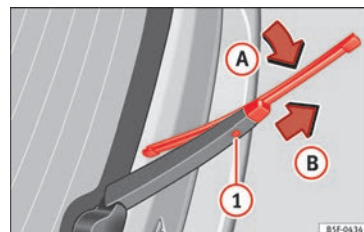

Bild 82 Byta bakrutans torkarblad
- Vrid bladet något » » **bild 82** (pil ①).
- Håll in frigöringsknappen ① och dra samtidigt bladet försiktigt i pilens riktning ②.
- Montera ett nytt blad av **samma längd och av samma typ** på torkararmen i motsatt riktning till pilen ② och haka fast det knapp ①.